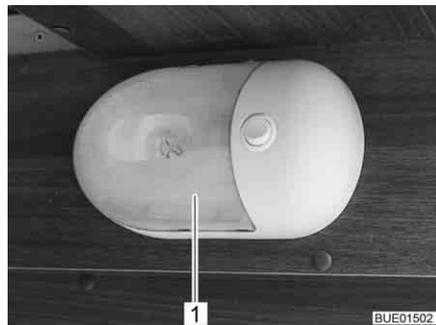

Fig. 243 Lampada del garage
- Comprimere leggermente sui due lati la copertura trasparente (Fig. 243,1), staccarla appena dall'interruttore e tirarla in avanti.